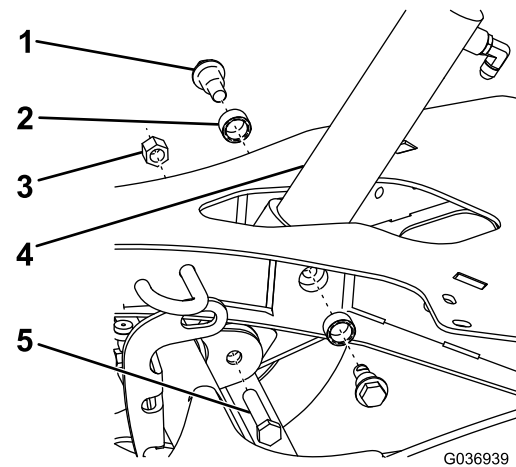

Figura 8
1. Monte el cilindro hidráulico en el bastidor en A usando 2 pernos de cuello largo (1/2") y casquillos (Figura 8), y apriete los pernos a 77 N·m (57 pies-libra).
2. Sujete la varilla del cilindro hidráulico al bastidor de la máquina con un perno de cabeza hexagonal (1/2") y una contratuerca de nylon (1/2"), según se muestra en Figura 8.